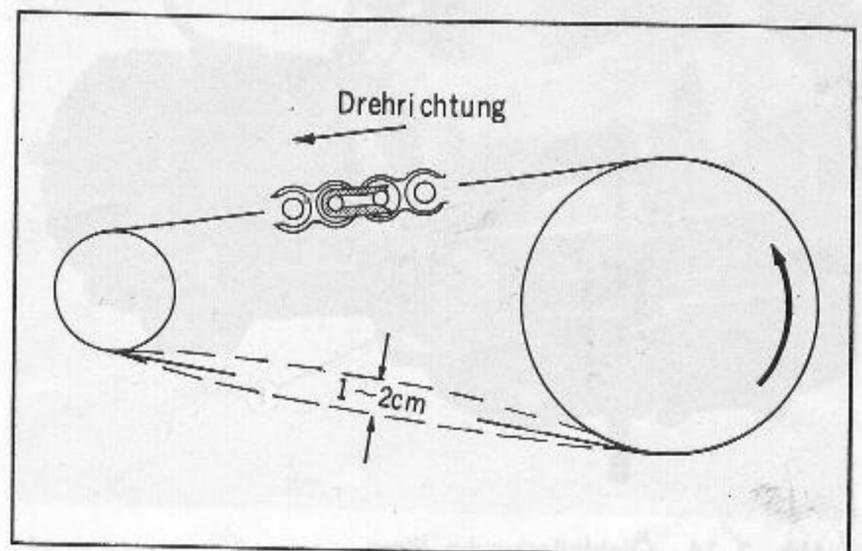

Abb. 3.12 Kettenschloßfederverriegelung
- (4) Beim Auflegen der Antriebskette muß darauf geachtet werden, daß die Kettenschloßfederverriegelung in der richtigen Anordnung befestigt wird. (Abb. 3.12)